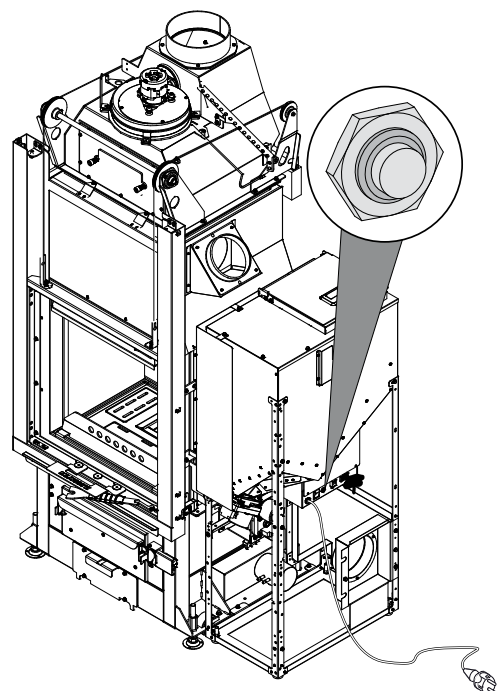

Fig. 5.2
- Drücken Sie während der Reinigung fünf Sekunden lang den Mikroschalter (Abb. 5.2) und achten Sie darauf, dass die Ofentür geschlossen bleibt.